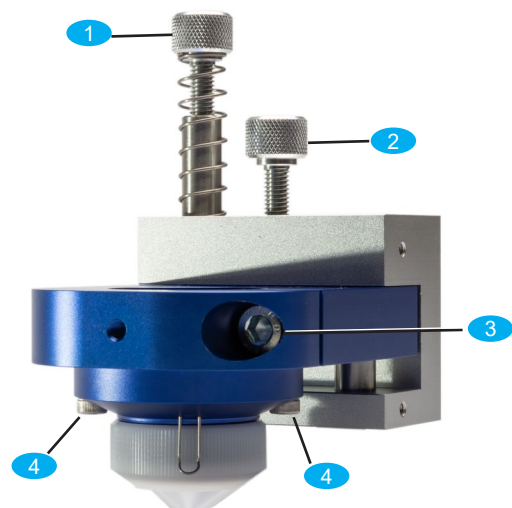

Bild 3: Stell- und Befestigungsschrauben
- Lösen Sie die beiden Schrauben **4** des Kappenhalters (siehe Bild 3).